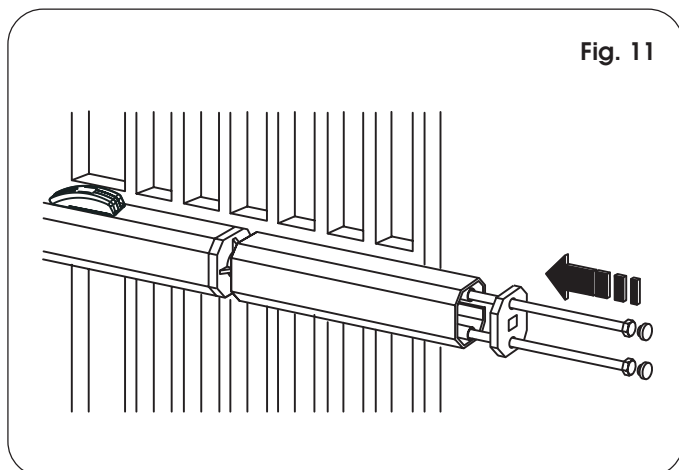

Fig. 11
- 12) Predisporre il carter di protezione ed applicarlo sull'operatore come da Fig. 11. Montare il salvapiègga cavo elettrico (rif. ③, Fig. 12).